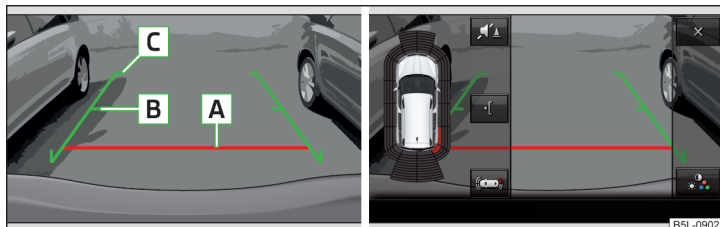

Fig. 138 Pantalla del Infotainment: Líneas de orientación / Superficies funcionales
**Distancia de las líneas de orientación detrás del vehículo » fig. 138**
#### Superficies de función » fig. 138